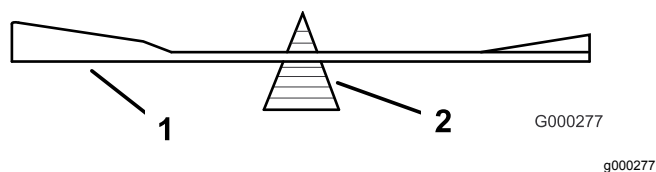

Figura 76
2. Controllate l'equilibrio della lama posizionandola su un bilanciatore (Figura 76).